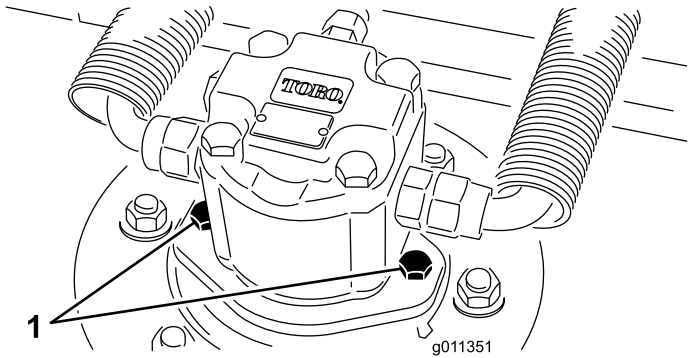

图71
2. 从刀盘中断开并取出液压马达 (图71)。盖住锭轴的顶部防止污染。
3. 将液压马达安装到刀盘上 (图71)。确保 O 形圈到位且没有受到损坏。